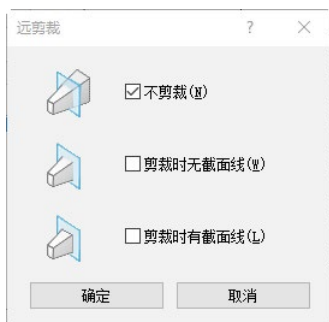

图 1-66 “远剪裁”对话框
- 远剪裁：对于立面和剖面图形，指定远剪裁平面设置。单击对应的“不剪裁”按钮，打开如图 1-66 所示“远剪裁”对话框，设置剪裁的方式。